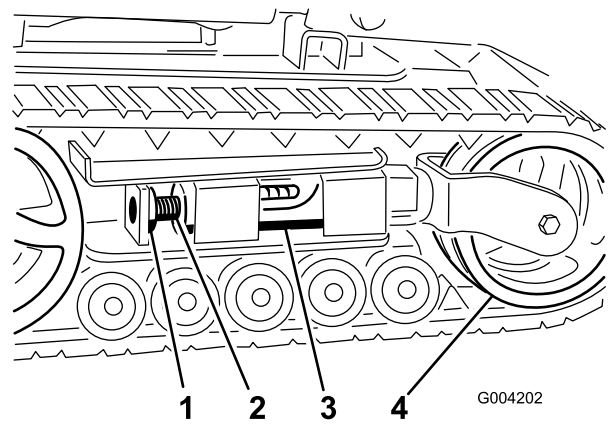
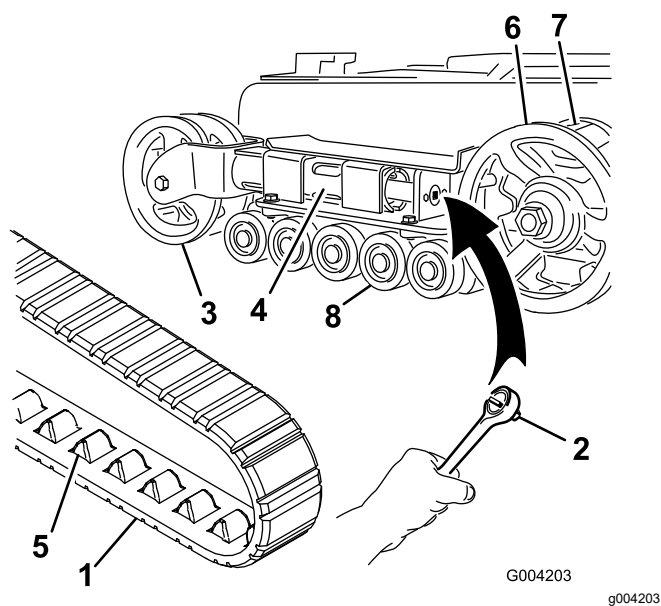
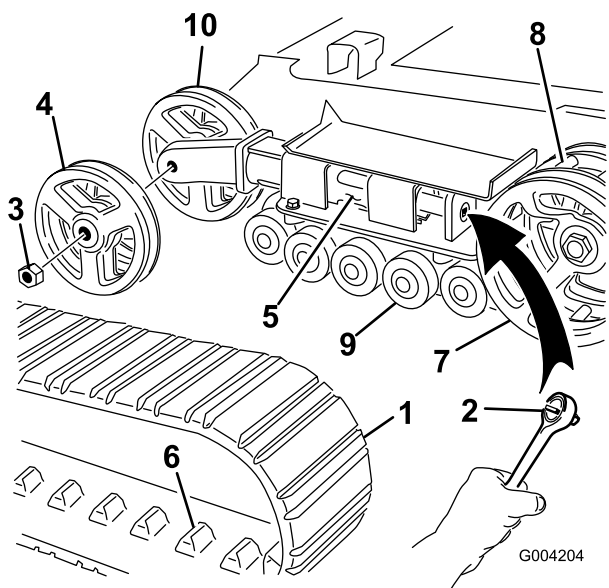

Рисунок 47
Рисунок 48
Рисунок 49
4. Отвинтите зажимной болт и гайку (Рисунок 47).
6. Совместите ближайшую выемку в натяжном винте с отверстием в зажимном болте и закрепите винт при помощи зажимного болта и гайки (Рисунок 47).
Примечание: Если передние натяжные колеса установлены в вилке на конце натяжной трубы, на вашей машине установлены узкие гусеницы. (Рисунок 48).
вращая натяжной винт по часовой стрелке (Рисунок 47 и Рисунок 48).
Примечание: Если передние натяжные колеса установлены на конце натяжной трубы с боковых сторон, на вашей машине установлены широкие гусеницы (Рисунок 49).
6. Надавите на натяжное колесо в направлении задней части блока, чтобы придвинуть натяжную трубу к раме (Рисунок 48).
8. Когда гусеница будет снята с натяжного колеса, снимите ее с ведущей звездочки и опорных катков (Рисунок 48).
9. Сначала установите новую гусеницу на ведущую звездочку. Звенья гусеницы должны находиться между зубьями звездочки (Рисунок 48).
10. Протолкните гусеницу под опорные катки и одновременно между ними (Рисунок 48).
5. Используя ключ с храповым механизмом на 1/2 дюйма, ослабьте натяжение привода, вращая натяжной винт по часовой стрелке (Рисунок 47 и Рисунок 49).
- Надавите на натяжное колесо в направлении задней части блока, чтобы придвинуть натяжную трубу к раме (Рисунок 49).
- Отвинтите гайку, которая крепит внешнее натяжное колесо, и снимите колесо (Рисунок 49).
- Снимите гусеницу (Рисунок 49).
- Отвинтите гайку, которая крепит внутреннее натяжное колесо, и снимите колесо (Рисунок 49).
- Установите внутреннее натяжное колесо и закрепите его отвинченной ранее гайкой (Рисунок 49).
- Установите новую гусеницу на ведущую звездочку. Звенья гусеницы должны находиться между зубьями средней части звездочки (Рисунок 49).
- Установите внешнее натяжное колесо и закрепите его отвинченной ранее гайкой (Рисунок 49).
6. Поместите наполненный смазкой колпачок опорного катка поверх головки болта (Рисунок 48).
7. Закрепите колпачок опорного катка стопорным кольцом (Рисунок 48).